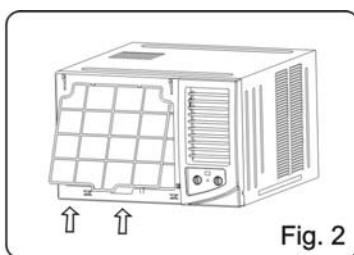

Fig. 2
2. POR SU SEGURIDAD Y PROTECCION, ESTE APARATO ESTA CONECTADO A TIERRA A TRAVES DEL CORDON DE CORRIENTE (FIG. 2). CONTACTE AL FABRICANTE O SUS AGENTES DE SERVICIOS O A UNA PERSONA CALIFICADA SI DESEAS REEMPLAZARLO.
2. PELLISQUE LA MANIGUETA DEBAJO DEL FILTRO DE AIRE Y HAGA QUE SE ARQUEE EL FILTRO DE AIRE, QUITELO DE LA RANURA DE LADO INFERIOR A LADO PARTE SUPERIOR. (VER FIG. 2)
1. INSTALE EL FILTRO DE AIRE DENTRO DE LA RANURA DEL MARCO DESDE LA PARTE SUPERIOR HACIA LA PARTE INFERIOR. (FIG. 2).